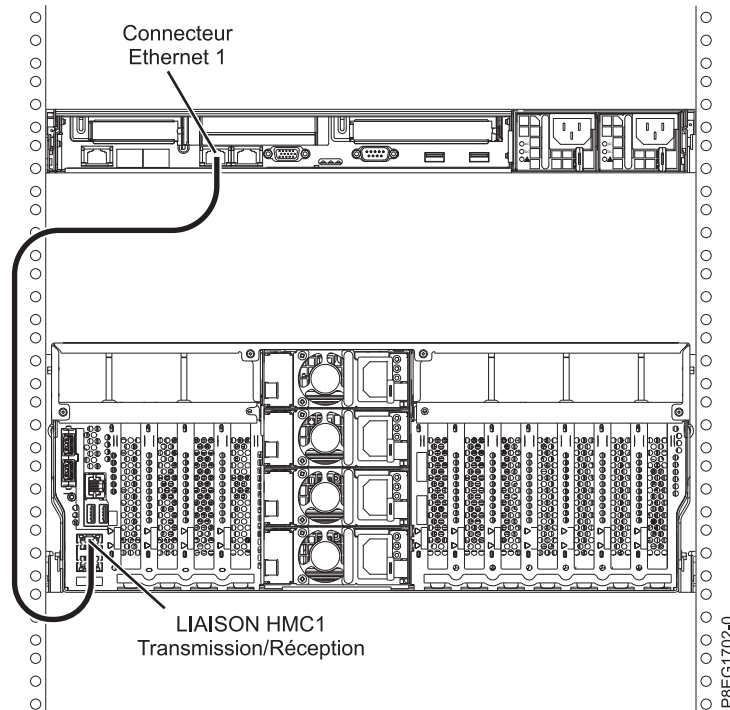

Figure 20. Connexion de la console HMC au système géré
1. Si vous souhaitez connecter directement la console HMC au système géré, reliez le **connecteur Ethernet 1** de la console HMC au port **HMC1** du système géré. Voir figure 20, à la page 27.